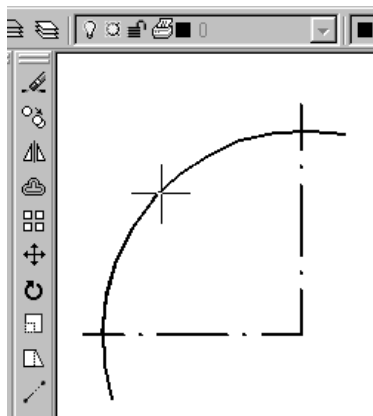

图 1-15 定出引出点
- (1) 画出角度与弧度。
- (2) 单击 Quick Leader (快速引线), 定出第一点(引出点), 如图 1-15 所示。